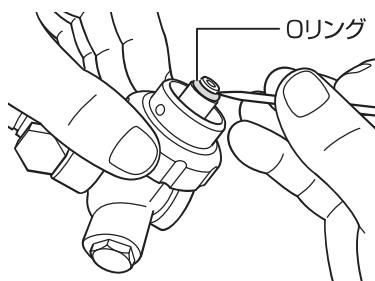

図 66 Oリングを外す
- 1.** 竹ぐしでOリングを取り外す。（図 66 参照）